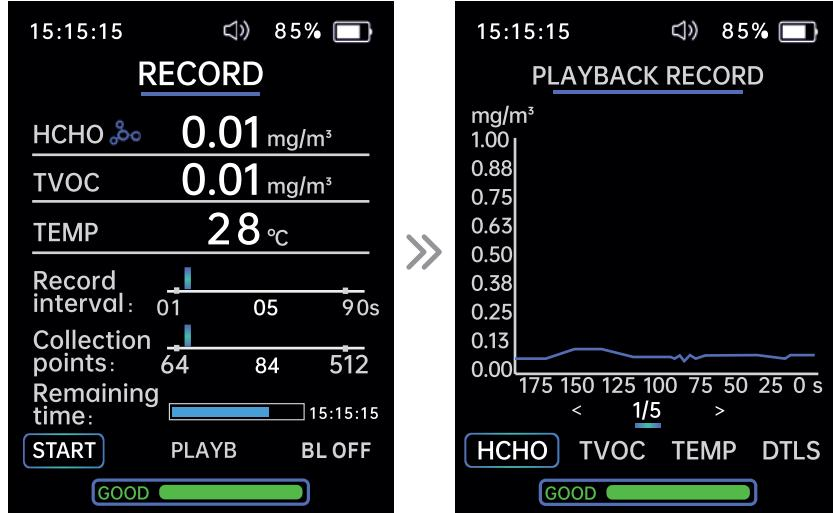

Abbildung 4
Drücken Sie die Links- (4) und Rechts-Tasten (8), um Start, Wiedergabe, Hintergrundbeleuchtung, Aufzeichnungsintervall, Datenerfassungspunkte und verbleibende Zeit auszuwählen (Abb. 4).
Pulse los botones Izquierda (4) y Derecha (8) para seleccionar el inicio, la reproducción, la retroiluminación, el intervalo de grabación, los puntos de recogida de datos y el tiempo restante (fig. 4).